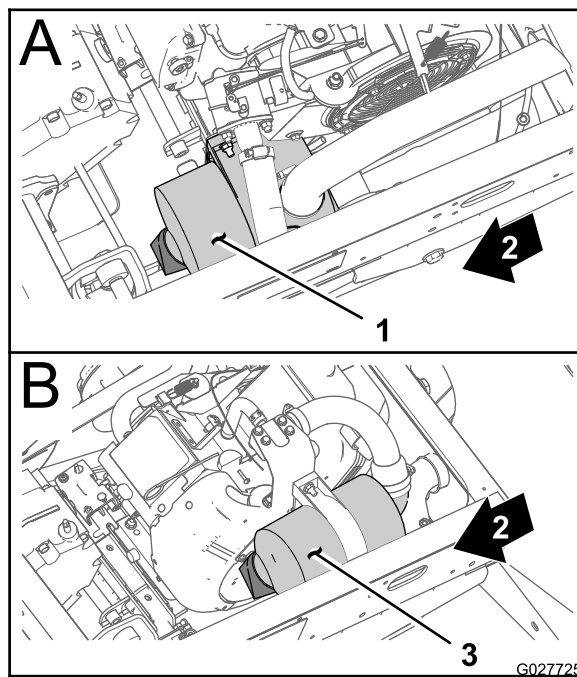
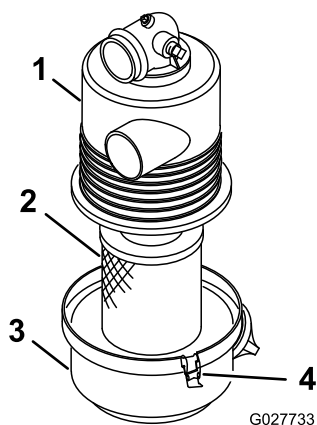

Figura 37
Figura 38
2. Verificate che il corpo del filtro dell'aria sia privo di danni che possano causare una fuoriuscita d'aria. Accertatevi che il coperchio sia ermetico attorno al corpo del filtro dell'aria (Figura 37 e Figura 38).
- Rilasciate i fermi che fissano il coperchio del filtro dell'aria al relativo alloggiamento (Figura 38).
- Separate il coperchio del filtro dell'aria dal relativo alloggiamento e pulite l'interno del coperchio (Figura 38).
- Inserite l'elemento del filtro dell'aria nel relativo alloggiamento (Figura 38).
- Allineate il coperchio del filtro dell'aria con il relativo alloggiamento (Figura 38).
- Bloccate il coperchio sull'alloggiamento con i fermi (Figura 38).